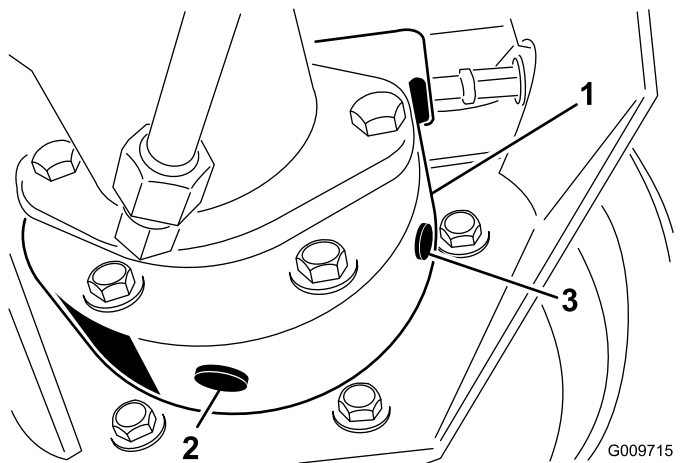

Figura 54
3. Posizionate una bacinella di spurgo sotto la scatola del freno, rimuovete il tappo di spurgo e lasciate spurgare il lubrificante (Figura 54).